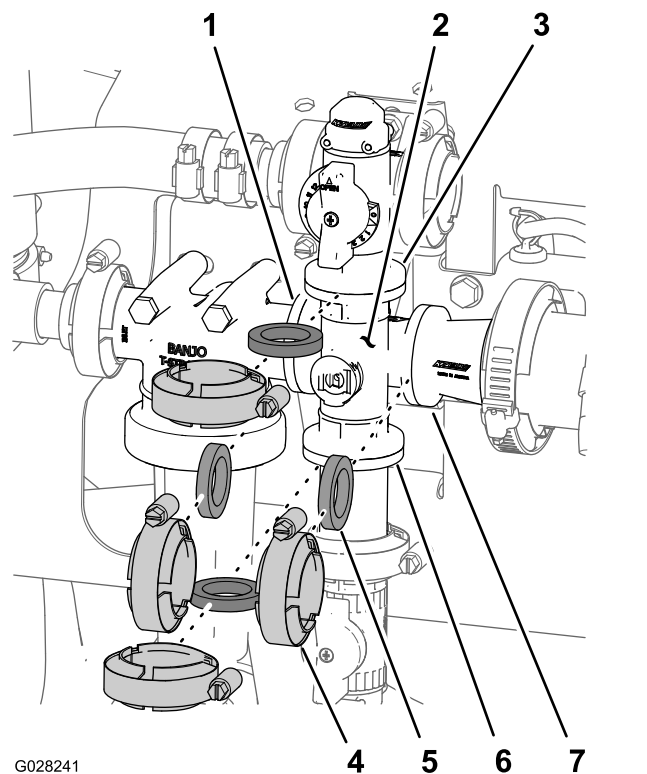

Figura 134
1. Rimuovete i morsetti e le guarnizioni che fissano il collettore della valvola dell'agitatore alla valvola di bypass dell'agitatore, testa del filtro della pressione, accoppiatore del riduttore e raccordo dell'adattatore (valvola di accelerazione dell'agitatore), come illustrato nella Figura 134.